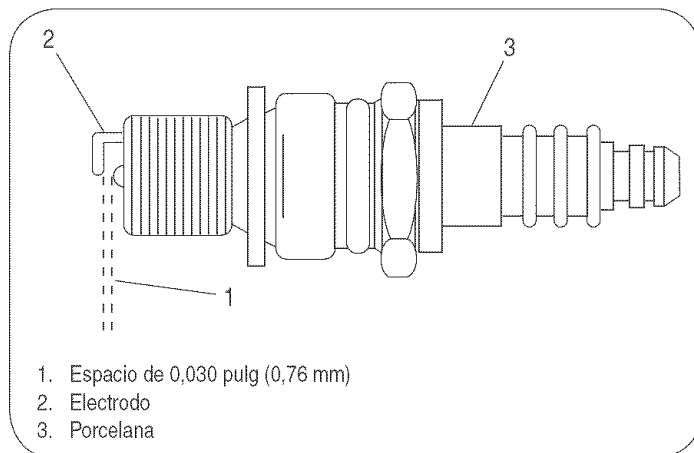

Figura 8
4. Controle el espacio del electrodo con un calibre de separaciones y ajuste dicho espacio a 0,030 pulg (0,76 mm) si es necesario. Vea la figura 8.